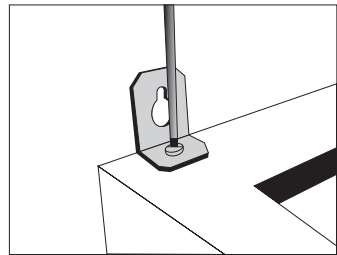

Рис. 8
1. Установите в верхней задней части корпуса вытяжки два уголка, имеющиеся в комплекте крепежа и предназначенные для подвески вытяжки на стену (рис. 8).